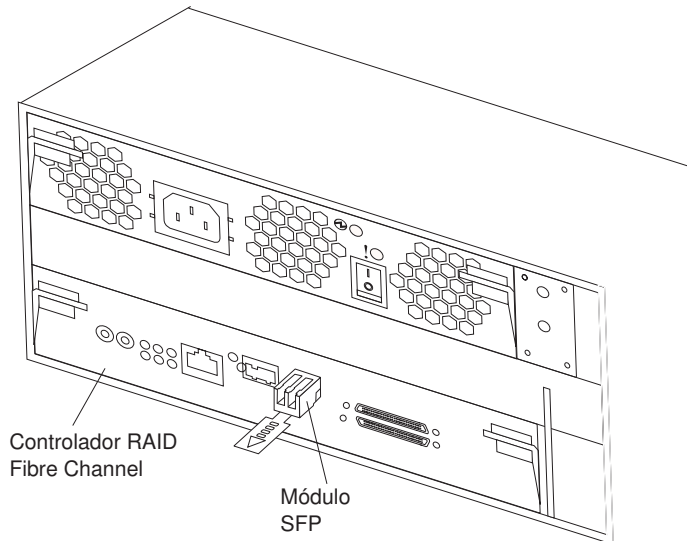

Figura 31. Instalando um Módulo SFP no Conector Host
4. Gire o módulo SFP de modo que a guia plástica ou metálica fique na parte inferior; em seguida, insira-o no conector host até que ele faça um clique no lugar. Consulte a Figura 31.